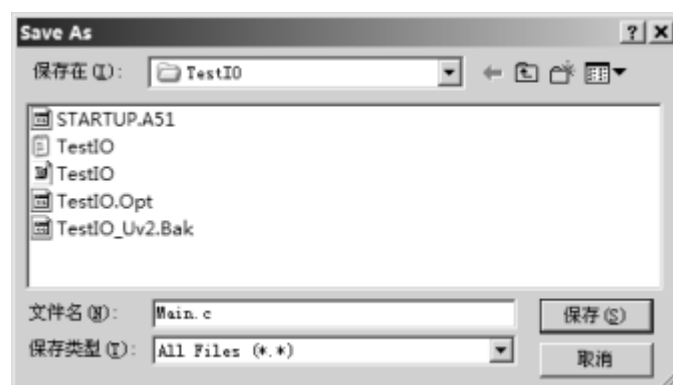

图 4-3-2 保存文件
第二步: 点击【保存 (S)】, 弹出对话框, 如图 4-3-2。